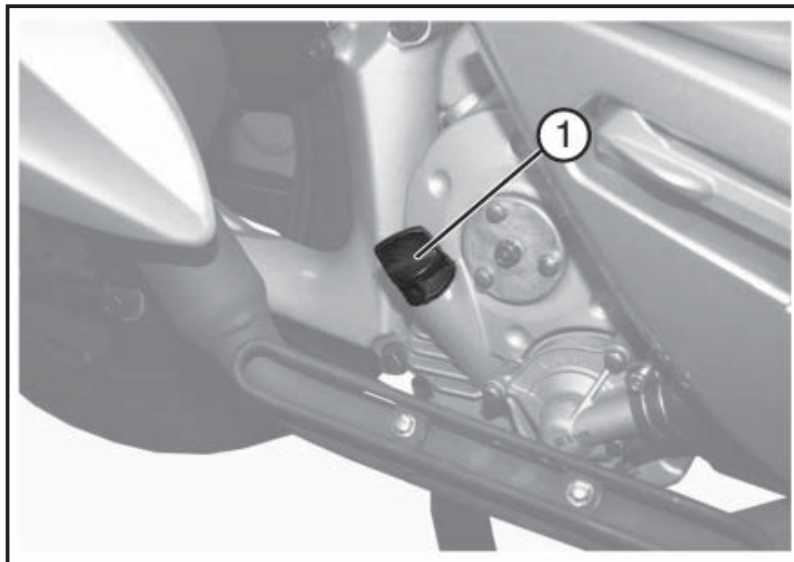

Abb. 02
- Den Ölmessstab «1 - Abb. 02» vollständig einführen.
- Nochmals den Ölmessstab «1 - Abb. 02» herausnehmen und sicherstellen, dass der Ölstand zwischen den Markierungen **MIN** und **MAX** liegt - siehe Abb. 01.
- Sicherstellen, dass der Ölstand zwischen den Markierungen **MIN** und **MAX** liegt (Abb. 02).